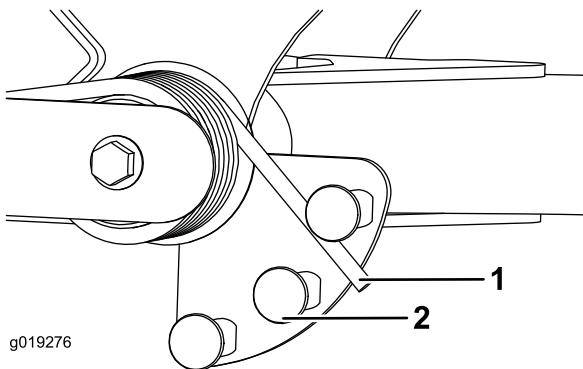

Figure 38
2. Insérez un tube ou un objet similaire sir le ressort long et le faire pivoter autour de l'actionneur de ressort à la position voulue (Figure 38).